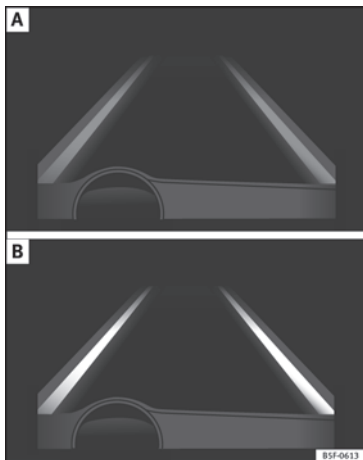

Abb. 212 Im Display des Kombiinstrumenten:
- System aktiv, aber nicht verfügbar, da die Mindestgeschwindigkeit nicht erreicht ist oder das System die Begrenzungslinien der Fahrspur nicht erkennt » **Abb. 212 A**.
genblick wird die Fahrtrichtung nicht korrigiert » **Abb. 212 B**.